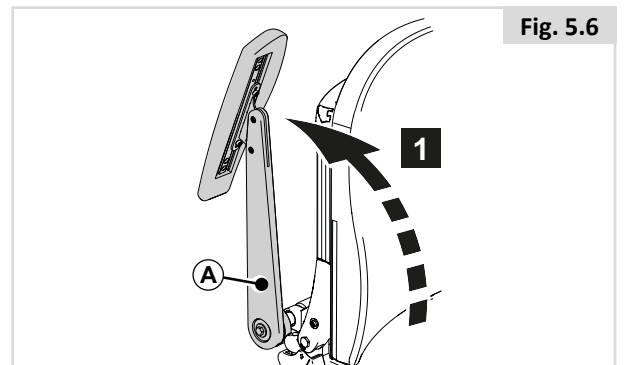

Fig. 5.6
Reposabrazos reclinable y abatible hacia atrás (Fig. 5.6)
1. Pliegue (A) hacia la parte trasera. (Fig. 5.6)